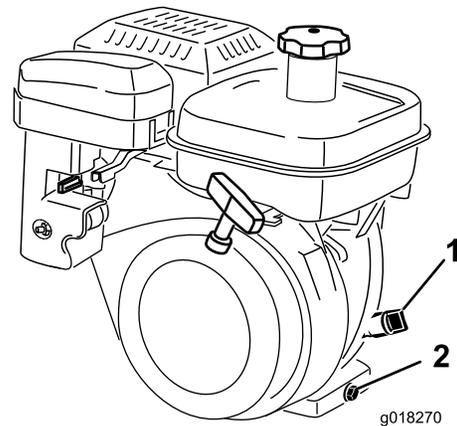

Figure 34
2. Positionnez la machine de sorte que le moteur soit de niveau et nettoyez la surface autour de la jauge d'huile (Figure 34).
3. Dévissez et sortez la jauge d'huile (Figure 34).
2. Placez un bac de vidange sous le bouchon de vidange à l'arrière de la machine (Figure 34). Desserrez le bouchon de vidange.